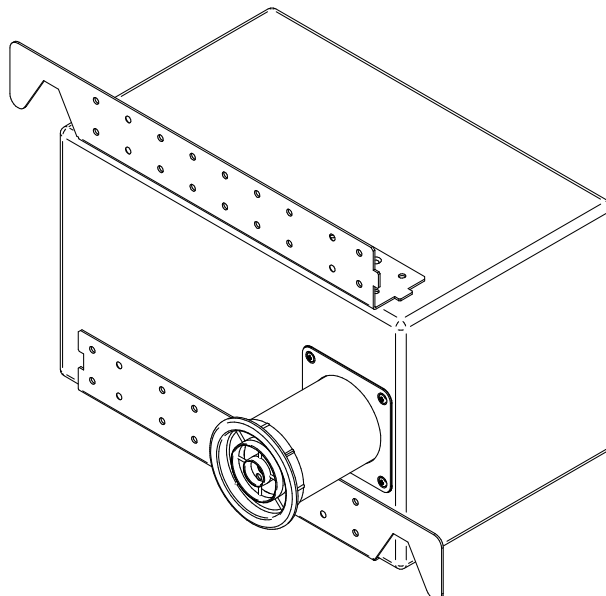

Figura 3: diagrama de instalación en tabiques o falsa pared
3. Atornille el herraje inferior en la pared a la altura deseada. Tenga en cuenta que la parte inferior del TRAILS6T descansará sobre este ángulo y que habrá de pasar el tubo de acoplamiento por el agujero. Ver figura 3.
5. Atornille el soporte superior al TRAILS6T con los tornillos suministrados (figura 3) y atorníllelo a la pared, dejando descansar el altavoz sobre el soporte inferior.